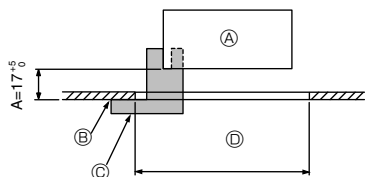
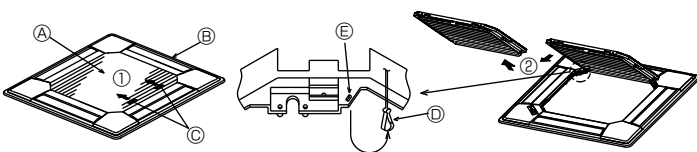
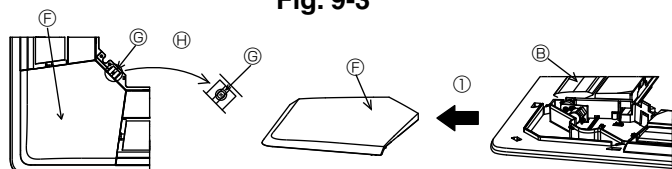

Fig. 9-2
Fig. 9-3
Fig. 9-4
①	Grille	1	950 × 950 (mm)
②	Vis avec rondelle captive	4	M5 × 0.8 × 25
③	Jauge	1	(Divided into four parts)
④	Attache	3
⑤	Vis	4	4 × 8
⑥	Vis	1	4 × 12
⑦	Télécommande sans fil	1	pour PLP-6BALM, PLP-6BALME
⑧	Télécommande câblée	1	pour PLP-6BAMD, PLP-6BAMDE
⑨	Panneau en coin i-see sensor	1	pour PLP-6BAE, PLP-6BAMDE, PLP-6BALME
9.2. Préparation avant d'attacher la grille (Fig. 9-2)
- A l'aide de la jauge ③ fournie avec ce kit, régler et vérifier la position de l'appareil par rapport au plafond. Si l'appareil n'est pas correctement positionné, il y aura des risques de fuites d'air et de la condensation pourrait s'accumuler.
- Ⓒ Jauge ③ (insérée dans l'appareil)
9.2.1. Retrait de la grille d'admission (Fig. 9-3)
- Pour ouvrir la grille d'admission, faire glisser les leviers dans le sens indiqué par la flèche ①.
- Lorsque la grille se trouve en position "ouverte", retirer la charnière de la grille d'admission comme indiqué par la flèche ②.
9.2.2. Retrait du panneau en coin (Fig. 9-4)
- Retirer la vis du coin du panneau en coin. Faire glisser le panneau comme indiqué par la flèche ① pour le déposer.
[Fig.9-3] [Fig.9-4]